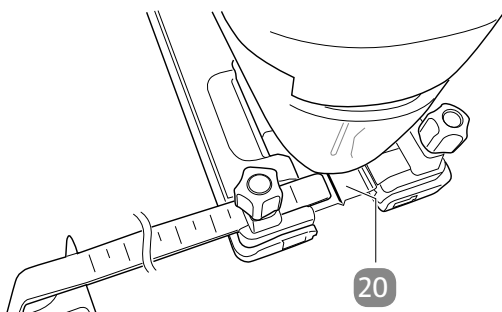

fig. 1
3. Réglez la distance souhaitée en plaçant le nombre de centimètres souhaités figurant sur la butée parallèle au-dessus de la ligne rouge **20** (voir **fig. 1**).
- Commencez par dessiner la courbe désirée sur la pièce à usiner afin de pouvoir la suivre. La ligne rouge située entre les vis de blocage (voir **fig. 1**) vous permet de suivre avec la scie la ligne que vous avez dessinée afin de découper la pièce à usiner avec précision.